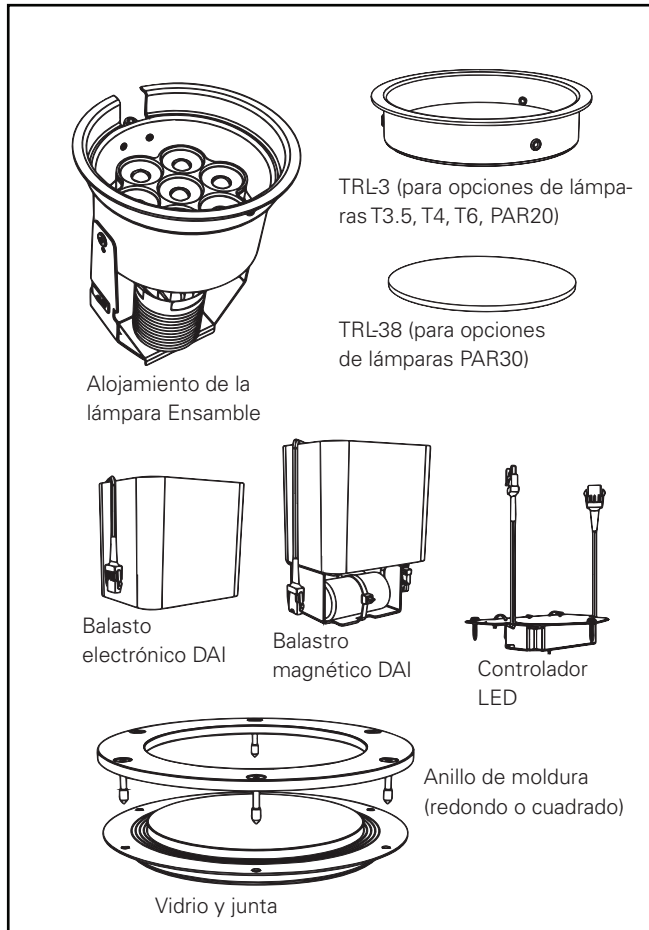

Figura 2.
2. Cubierta protectora contra residuos/vertido del concreto, con 6 tornillos (redonda o cuadrada). (Figura 2.).
3. Vidrio y junta. (Figura 2.)